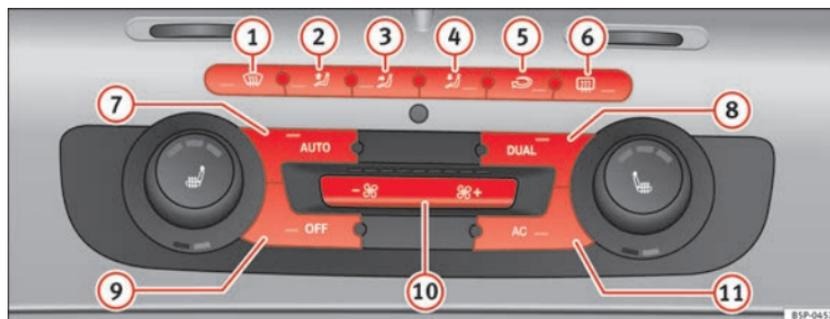

Fig. 133 Comandi del Climatronic 2C nel quadro strumenti
- Premere uno dei tasti compresi tra ⇒ fig. 133 ① e ⑤ oppure i tasti della ventola ⑩. La funzione selezionata compare nel display della radio o del navigatore.
- Il ricircolo dell'aria si attiva e si disattiva premendo il tasto  ⇒ pag. 173, fig. 133 . La funzione risulta attiva quando sul display appare il simbolo .